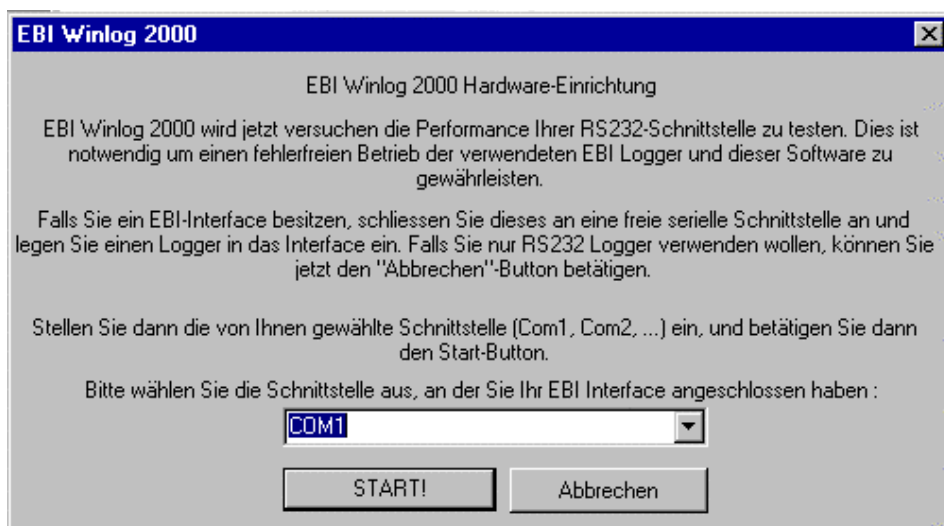

Abb. 28 Konfiguration: COM-Auswahl
- Wählen Sie, wie in Abb. 28 auf Seite 47 gezeigt wird, über  die entsprechende Schnittstelle aus.